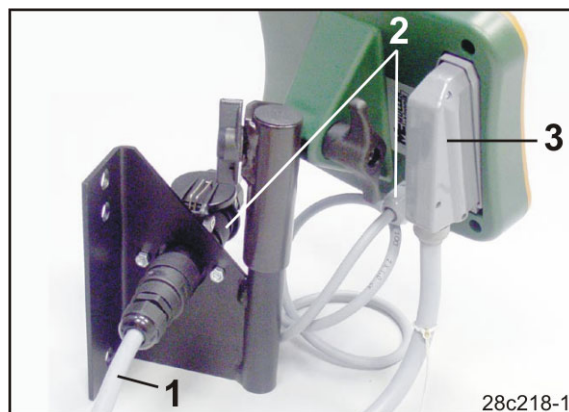

Fig. 13
2. Ligue o cabo elétrico (Fig. 13/1) à consola e na tomada de conexão do trator de 12V.
3. Ligue a consola e o terminal de comando com a ajuda do cabo elétrico (Fig. 13/2).
5. Introduza o cabo da máquina (Fig. 13/3) na cabine do trator e introduza a ficha da máquina no terminal de comando.